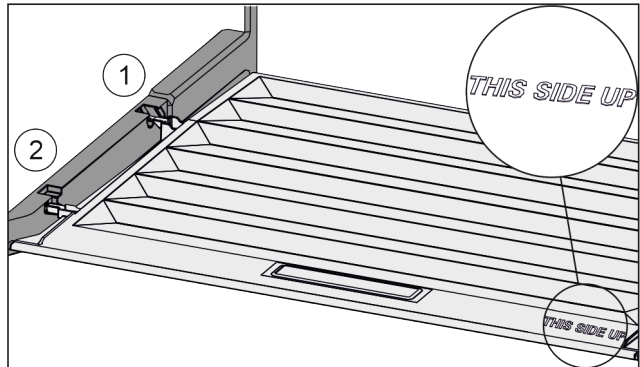

Fig. 40
- ▶ Пъхнете шийките на капака през отвора в задния държач Fig. 40 (1) и фиксирайте отпред в държача Fig. 40 (2).